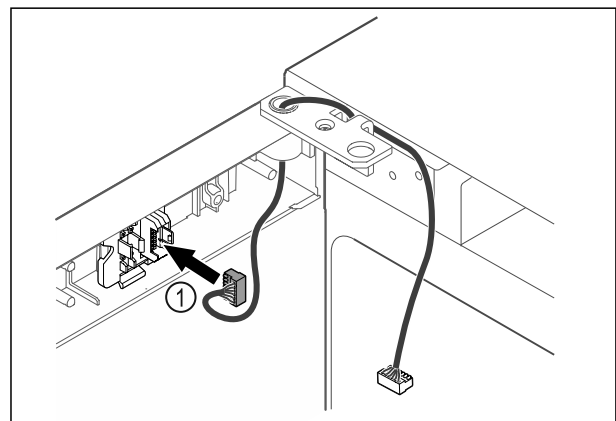

Fig. 46
- ▶ Вставити штекер Fig. 46 (1) в кріплення штекера.